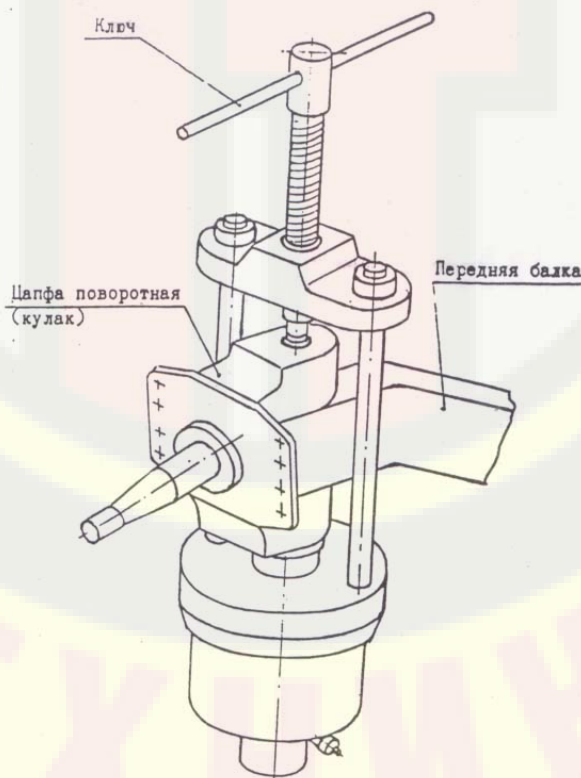

рис.1
- 4.4 Выпрессовка шкворня производится следующим образом: на место нижней крышки шкворня устанавливают адаптер (винты должны быть ввинчены до упора во избежание поломки!). Траверсу снимают и съемник устанавливают на поворотный кулак (см.рис.1). Траверсу устанавливают на место, подложив под винт адаптер. Траверсу устанавливают строго параллельно крышке. Винт завинчивают до упора, к съемнику присоединяют насос, и, закрыв перепускной клапан насоса, производят выпрессовку шкворня путем качательных движений рукоятки насоса. При этом траверса с винтом опускается относительно поворотного кулака вниз, и шкворень выталкивается сквозь шток съемника так как шкворень имеет относительно большую длину, процесс выпрессовки производится в несколько повторяющихся приемов. После уменьшения зазора между траверсой и кулаком до 3-5 мм (первоначально 50-60 мм) перепускной клапан насоса открывают, и при помощи ключа или воротка завинчивают винт до полного перемещения поршня гидроцилиндра в исходное положение. Клапан закрывают и повторяют процесс выпрессовки.